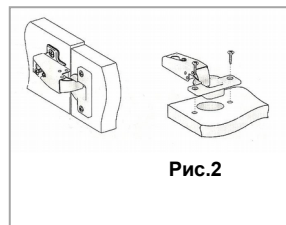

Рис.2
16. На двери (поз.19,20) установите петли на шуруп 4*13 (см.рис.2).